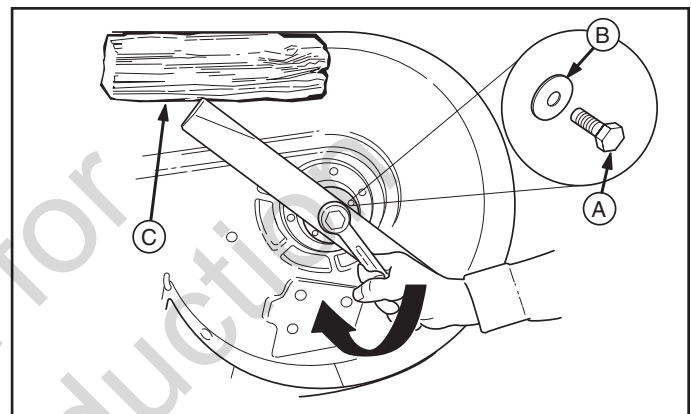

Figura 25
3. Quite el tornillo de cabeza hexagonal (**A**, Figura 25), la arandela de presión (**B**) y la cuchilla.
6. Vuelva a instalar la cuchilla (Figura 25) con los elevadores apuntando hacia la plataforma del cortacéspedes como se muestra.